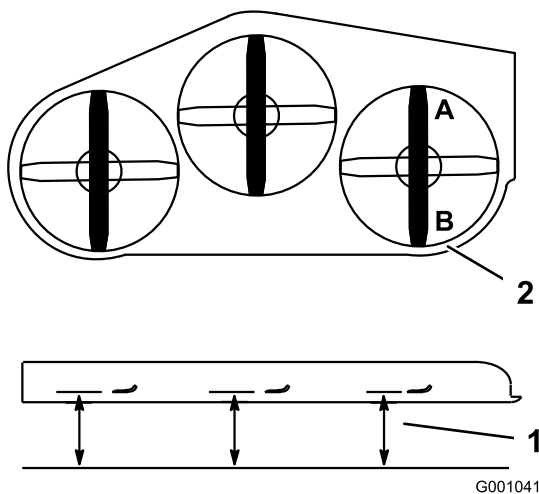

Figura 85
1. Disponete la lama **destra** in posizione longitudinale rispetto alla macchina (Figura 85).
2. Misurate la lama destra al punto **A** da una superficie piana fino al tagliente della punta della lama (Figura 85).
4. Misurate la lama destra al punto **B** da una superficie piana fino al tagliente della punta della lama (Figura 85).
6. La lama del tosaerba deve essere da 6 a 10 mm più bassa al punto **A** rispetto al punto **B** (Figura 85). In caso contrario eseguite la seguente operazione.